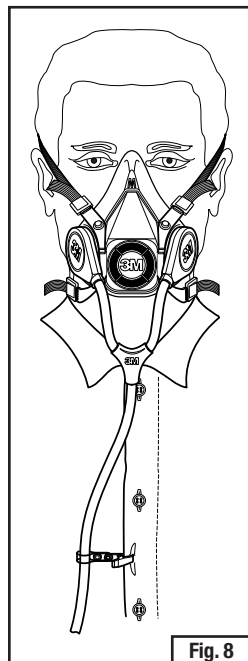

Fig. 8
5. Nas traquéias duplas SA-1500 ou SA-1600 para linha de ar, use o clipe para prender o tubo da traquéia junto à sua roupa (Fig. 8).